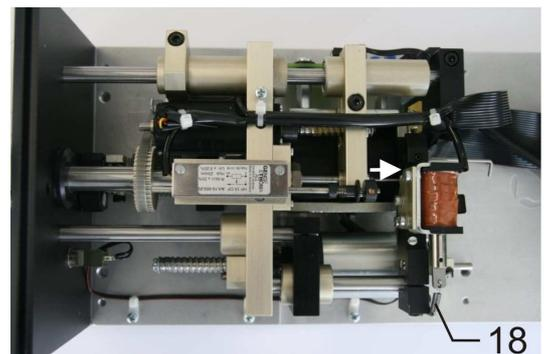

Figure 13. Butée de déclenchement
- Démontez le capot de protection (2) (Figure , page 9).
- Desserrez les vis du boîtier (31) et enlevez le couvercle du boîtier (17) (Figure , page 9).
- Décrochez le ressort (18) et reculez la butée de déclenchement (9) (Figure 13, page 29).
- Accrochez le ressort (18) et remontez le couvercle du boîtier (17) (Figure 13, page 29) et le capot de protection (2) (Figure , page 9).